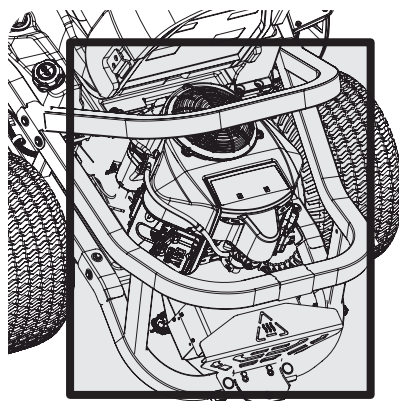

Figura 36
- Mantenga ambos lados de las ranuras de enfriamiento de la transmisión, el colector de escape, alrededor de los fusibles, todo el cableado y los arneses de cables, el tubo del silenciador, el protector del silenciador, los filtros de admisión del motor y las aletas de refrigeración, etc. libres de residuos de pasto y hojas. Consulte la Figura 36.